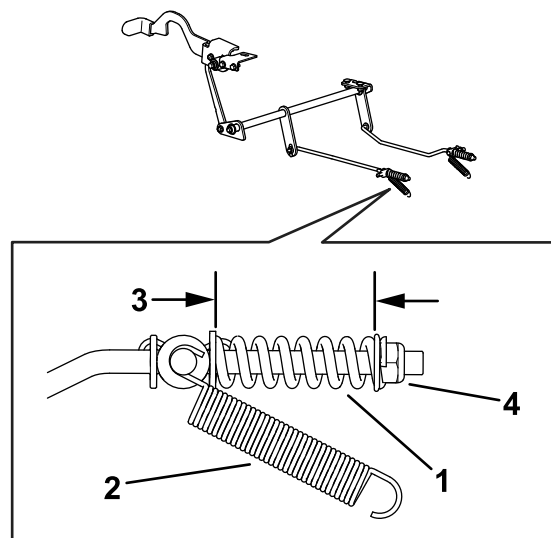

Figura 74
8. Contrôlez les deux longueurs de ressort comme montré à la Figura 74. Si un réglage est nécessaire, tournez l'écrou de maintien du ressort dans le sens horaire pour raccourcir le ressort, et dans le sens antihoraire pour l'allonger. Répétez l'opération 6.